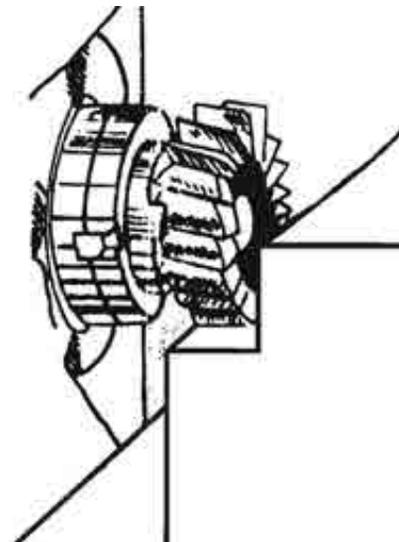

Fig. 5
- d) Efectúe pasadas. (Fig. 5).